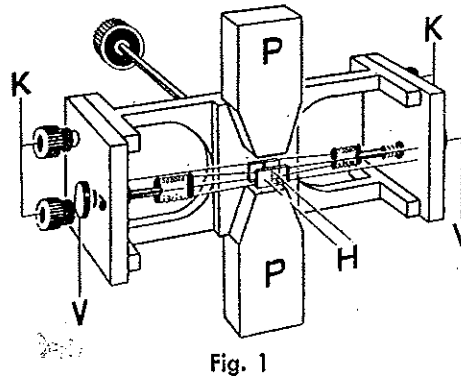

Fig. 1
Bild 1 stellt das Gerät schematisch dar. Die beiden Schleifen sind zwischen Polschuhen (P) ausgespannt. Sie können unabhängig voneinander durch je ein Paar Klemmen (K) angeschlossen werden und tragen je einen Hohlspiegel (H). Mit Hilfe der Justier Vorrichtung (V) kann die Lage
Fig. 1 gives a schematic illustration of the apparatus. The loops are stretched between pole shoes (P). They can be connected up independent of each other, each by means of a pair of terminals (K); each loop has a concave mirror (H). By means of the adjusting device (V), it is pos-
La figure 1 représente schématiquement l'appareil. Les deux boucles sont tendues entre des pièces polaires (P). Elles peuvent être connectées indépendamment l'une de l'autre à l'aide d'une paire de pinces (K) et portent chacune un miroir concave (H). En agissant sur un dispositif de